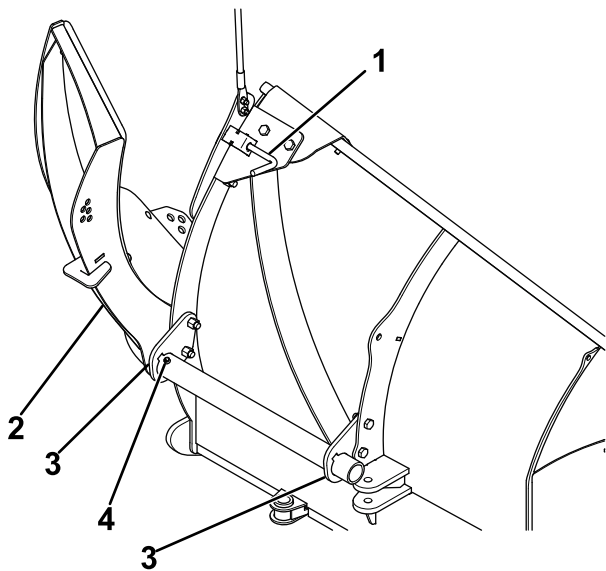

Bild 6
10. Federsplint zurück ziehen und in die Arretierstellung drehen (**Bild 6**).
11. Schieben Sie das Rohr des Pflugschildes durch die Lamellenhalterungen, bis der Befestigungsstift durch die äußere Halterung gesteckt werden kann (Bild 6).